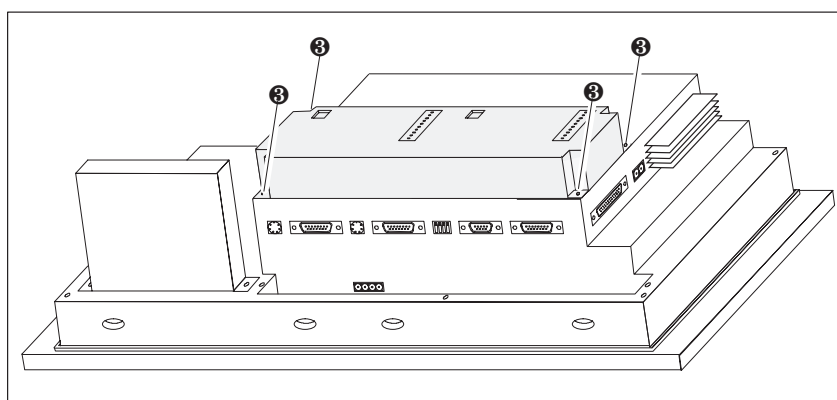

Figure 18-6 Fixer le module de touches directes sur le pupitre de contrôle-commande (exemple de l'OP37)
4. Fixez le module de touches directes sur le pupitre de contrôle-commande avec les quatre vis fournies ③ (voir la figure 18-6).